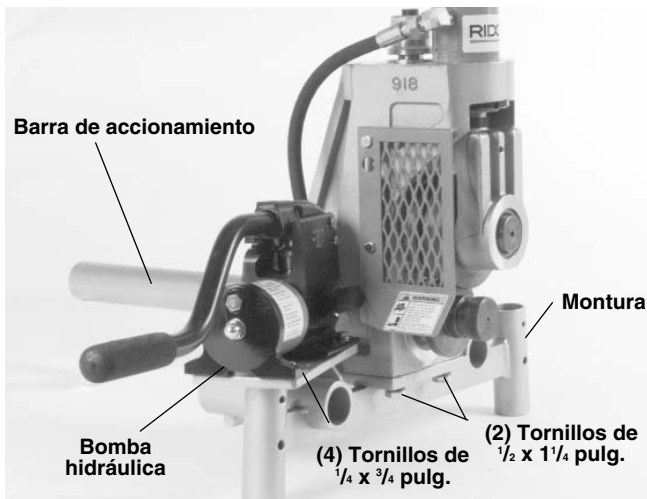

Figura 3 – Ranuradora a Rodillos industrial No. 918 montada en la base de la No. 1822
1. Coloque la Ranuradora a Rodillos 918 sobre la montura, como se muestra en la *Figura 3*.
2. Instale y apriete los dos (2) tornillos hexagonales de 1/2 x 1 1/4 pulg. que fijan a la 918 sobre la montura.
3. Coloque la bomba hidráulica en posición y atorníllela firmemente con cuatro (4) tornillos hexagonales de 1/4 x 3/4 pulg.
4. Acople el adaptador de la barra de accionamiento a la ranuradora apretando los dos (2) tornillos de retención.
6. Revise que la cubierta de la Ranuradora a Rodillos se encuentre puesta en su lugar (Figura 3).